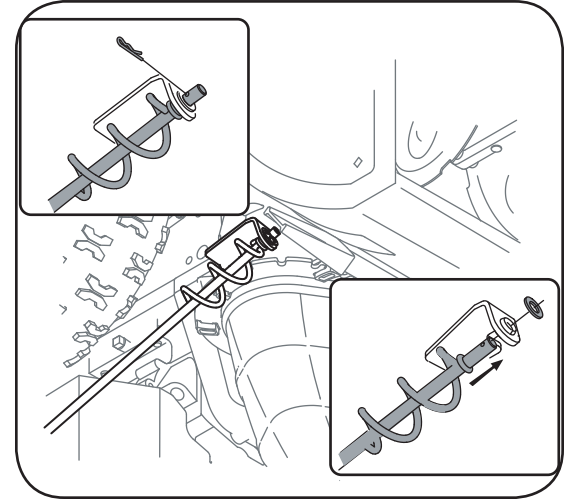

Figure 3-5
5. Retirez la rondelle plate et la goupille-épingle de l'extrémité de la manivelle de la goulotte. Voir la Figure 3-5.